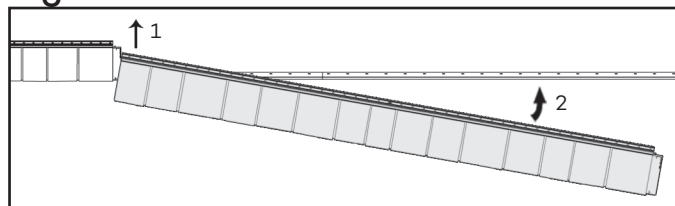

Figure D.1
4-Insérer le panneau suivant dans la bande de départ et glisser son extrémité gauche par-dessus le panneau précédent, le plus près de la position désirée (1), pivoter le panneau vers le haut pour engager le crochet inférieur dans la bande de départ (2) (Figure D). Si installé à une température extérieure supérieure à 68°F(20°C), glisser le panneau jusqu'à la butée situé au haut de l'extrémité droite du panneau précédent. Une ligne repère située au bas de l'extrémité droite vous permet également de valider le positionnement des panneaux. Si installé à une température extérieure entre 32°F(0°C) et 68°F(20°C), ajuster les panneaux à la ligne de température indiquée sur le panneau (Figure D.1). Si installé à une température extérieure inférieure à 32°F(0°C), positionner le panneau légèrement décalé (1/16" (0,16cm)) à la droite de la ligne de 32°F(0°C) à 68°F(20°C). Une fois bien positionné, clouer le panneau tel que mentionné précédemment. Répéter cette étape jusqu'à la fin de la rangée.